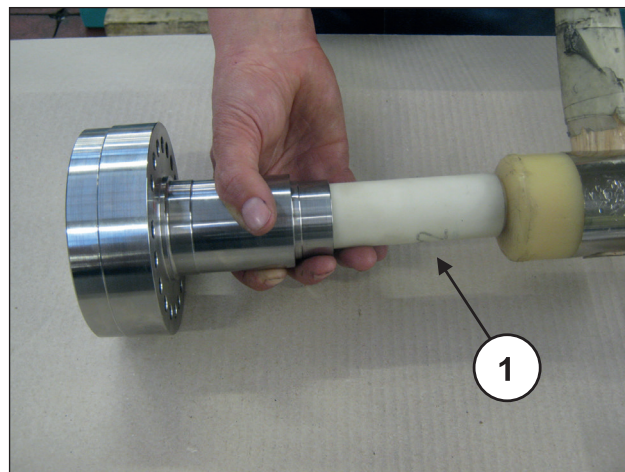
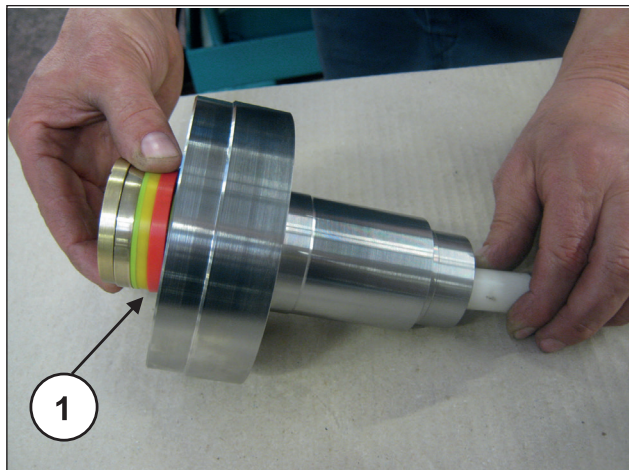

Fig. 192
Fig. 193
- Avec le support du joint HP séparé et une goupille en plastique (rep. ①, Fig. 192) chasser le paquet HP (haute pression) (rep. ①, Fig. 193), extraire le joint en bout (Fig. 194).
Remplacer le paquet HP (rep. ①, Fig. 193) à chaque démontage.